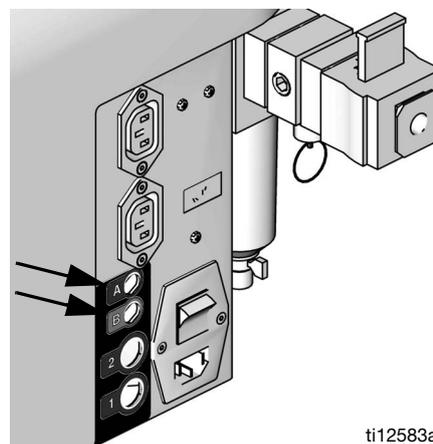

FIG. 8 : Source d'alimentation du kit de remplissage du réservoir
2. Pour les kits de remplissage installés du côté **A** du réservoir, brancher le câble d'alimentation du kit de remplissage dans le connecteur « A » situé à l'arrière de la machine. Voir la FIG. 8. Pour les kits de remplissage installés du côté **B** du réservoir, brancher le câble d'alimentation du kit de remplissage dans le connecteur « B » situé à l'arrière de la machine. Voir la FIG. 8.